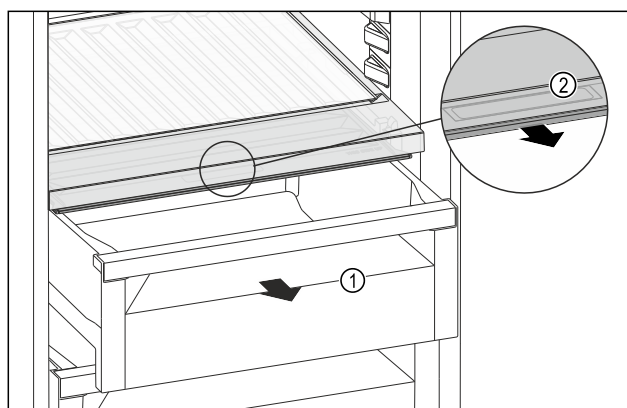

Fig. 107
- Izvucite ladicu *Fig. 107 (1)*.
- Primite ručku *Fig. 107 (2)* na poklopcu pretinca i istodobno povucite poklopac pretinca prema naprijed.